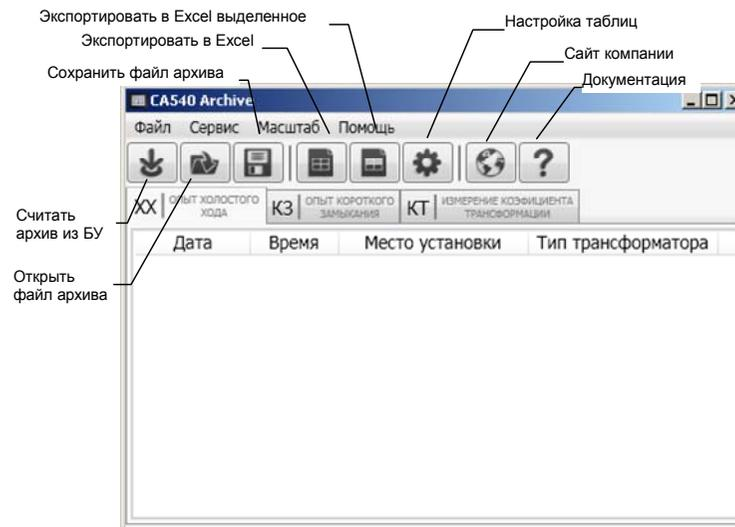

Рисунок 6.73
3) Включить компьютер и запустить программу "CA540 Archive", сделав двойной щелчок на ярлыке , который размещен на Рабочем столе ПК. На экране ПК появится окно программы (рисунок 6.73).